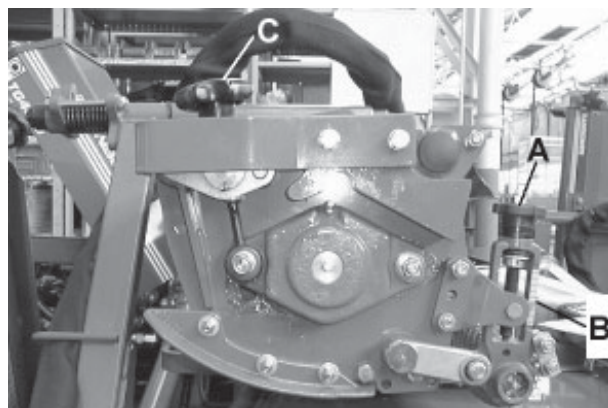

Fig.6
Schneidzylindereinstellung (Abb. 6)
1. Zum Einstellen des Schneidzylinders auf das Untermesser abwechselnd das linke und das rechte Handrad (A Abb. 6) im Uhrzeigersinn drehen, um auf "Schnitt" zu stellen. Beim Drehen des Handrades in diese Richtung fühlt man ein Einrasten in Einkerbungen. Von Kerbe zu Kerbe wird der Schneidzylinder in Schritten von jeweils ca. 0,035 mm auf das Untermesser zu bewegt.